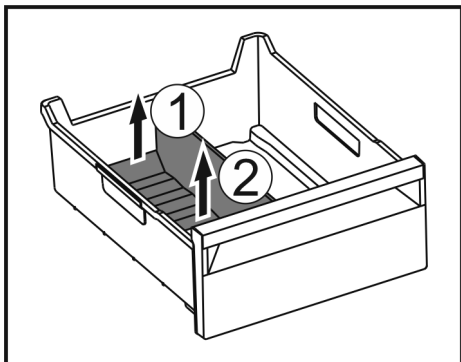

Fig. 126
- Lyft upp frysfacksdelarens bakre del. Fig. 126 (1)
- Ta ut frysfacksdelaren uppåt. Fig. 126 (2)